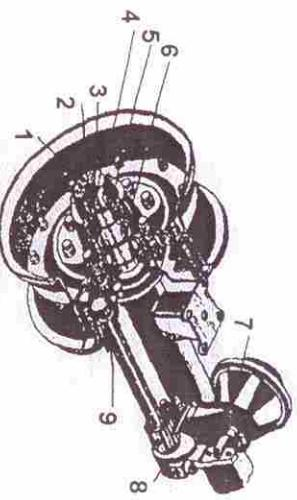

Рисунок 2 – Ось с колесами и тормозами
- 3.1.2 Ось с колесами и тормозами (рис.2).
В процессе эксплуатации подшипники ступиц колес и колесные тормоза должны подвергаться регулировкам. Регулировка подшипников ступиц колес (рис.2) производится при наличии лифта в подшипниках или при тугой затяжке подшипников.
3.1.3 Регулировка тормозов колес (рис.2) производится через 240 часов, а при необходимости раньше.